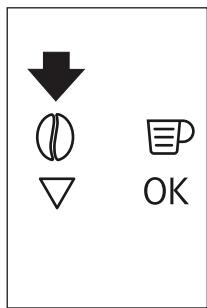

Fig. 15
- Se, dopo aver fatto funzionare la macchina utilizzando caffè pre-macinato, si vuole ritornare a fare caffè utilizzando i chicchi, è necessario disattivare la funzione caffè pre-macinato ripremendo l'icona ⊖ (B4) (Fig. 15).